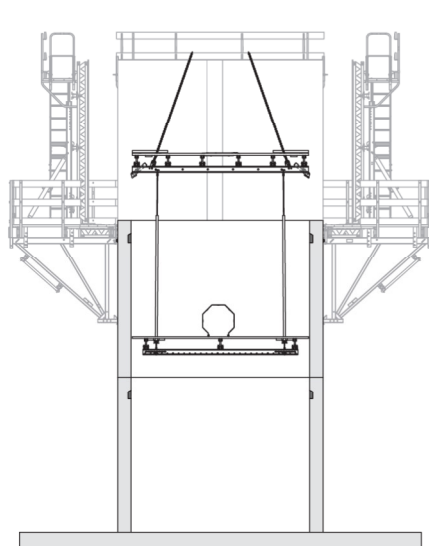

Fig. A4.04
7. Montare la scala di accesso alla passerella inferiore. (Fig. A4.04)